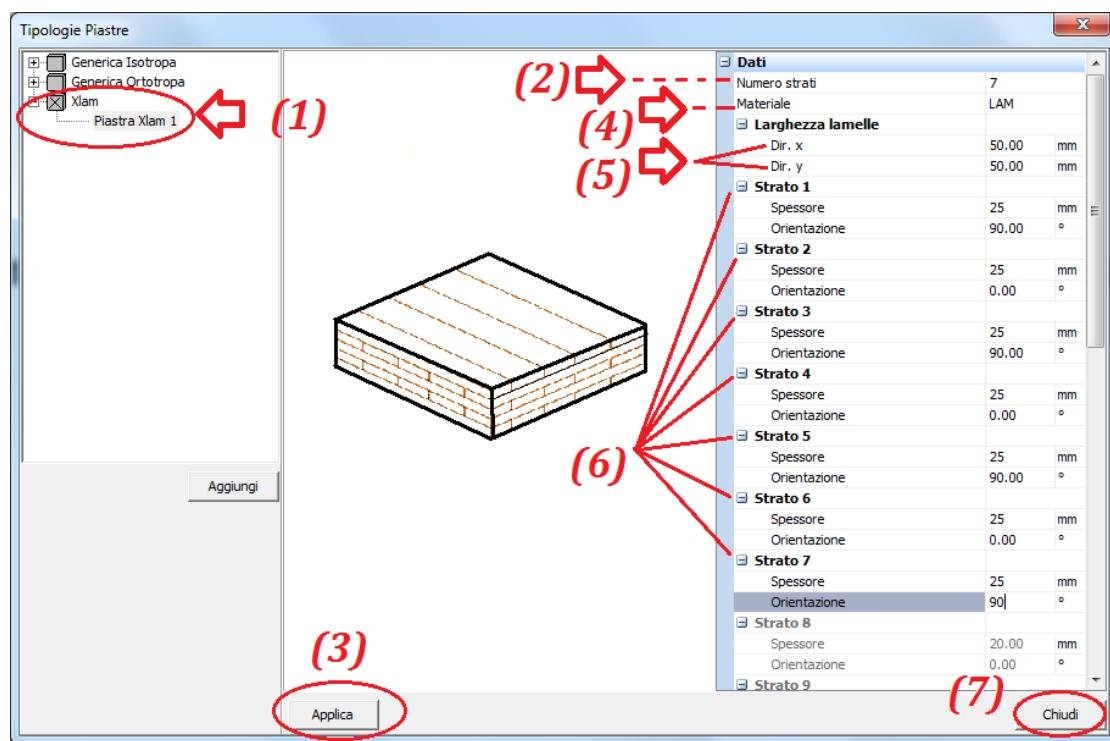

Figura 10
La parametrizzazione dei pannelli riguarda sia la caratterizzazione meccanica che geometrica. Con riferimento alla figura 10 cliccare a sinistra della voce ‘Xlam’ nell’elenco a sinistra per aprire la struttura ad albero dove, di default, è contenuta la tipologia ‘Piastra Xlam 1’ (1). L’obiettivo è di utilizzare un pannello di spessore complessivo pari a 175 mm composto da sette strati di lamelle larghe 50 mm e con spessore pari a 25 mm disposti con orditura alternata.